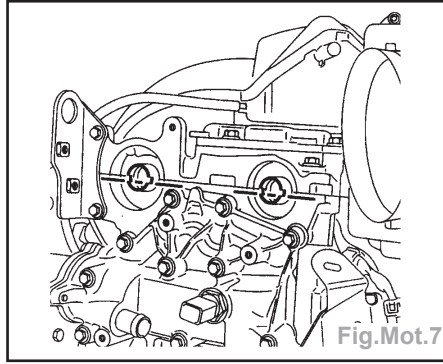
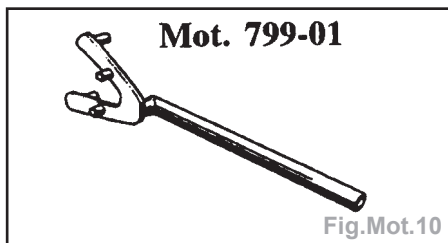

Fig.Mot.7
Fig.Mot.10
- Vérifier que la position des rainures des ACT soit identique à celle du dessin (Fig.Mot.7).
- Positionner les rainures des ACT (Fig.Mot.7) à l'aide de l'outil Mot.799.01 (Fig.Mot.10).
- Positionner les rainures des ACT, comme indiqué (Fig.Mot.7), en serrant respectivement les deux anciens écrous des pignons d'ACT sur les goujons en bout des ACT.
- Effectuer une rotation de six tours de la distribution par le pignon d'ACT d'échappement à l'aide du Mot. 799-01 (Fig.Mot.10).
- Aligner l'index mobile (A') par rapport à l'index fixe (7) et serrer l'écrou au couple